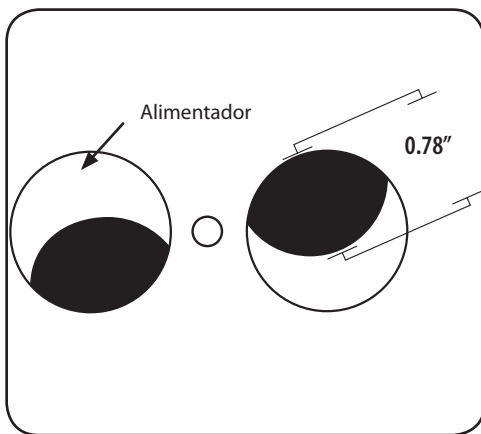

Figura 1-14
NOTA: La velocidad máxima del tractor es aproximadamente 5.2 millas por hora. Cualquiera velocidad mas que 5.2 millas por hora se represente con N/A en el próximo gráfico. En esos casos SIEMPRE ajuste el alimentador medio abierto. Vea la Figura 1-14.
- Si los cálculos dan una velocidad mayor a la capacidad del cortacésped, divida por dos su velocidad de marcha y utilice un ajuste con el alimentador medio abierto. Vea la Figura 1-14.